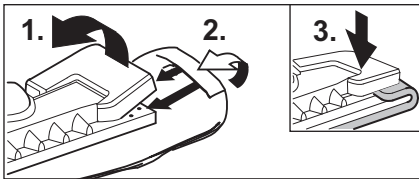

Рис. 11: затягування ганчірки для миття підлоги
- Закріпіть ганчірку для підлоги (H3) на соплі для підлоги (H1). Для цього складіть ганчірку уздовж навпіл та поставте сопло для підлоги. Затягніть виступаючі кінці тканини один за одним під затискачі (H2) (див. рис. 11).